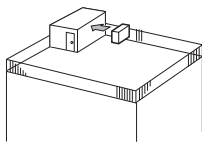

Fig. 2-4
- ① Umístěte výstup vzduchu směrem k nejbližší dostupné zdi a ponechte u ní volný prostor přibližně 35 cm. (Fig. 2-4)